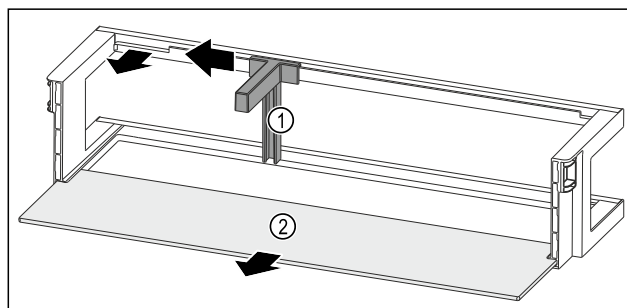

Fig. 149 Balconcino controporta con fermabottiglie e ripiano
- ▶ Spingere il fermabottiglie Fig. 149 (1) lateralmente fino all'incavo.
- ▶ Rimuovere il fermabottiglie Fig. 149 (1).
- ▶ Rimuovere il ripiano Fig. 149 (2).